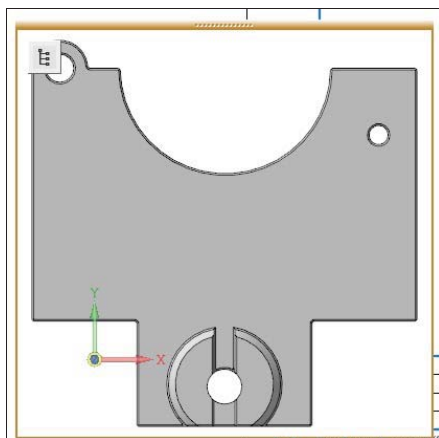

Рис. 24.2. Окно модели
- ♦ окно **Файл-источник**. В нем отображается путь создания данного файла. Обратите внимание на кнопку  — **Отображение окна модели**. После нажатия на нее в окне модели появляется изображение модели в отдельном окне (рис. 24.2);